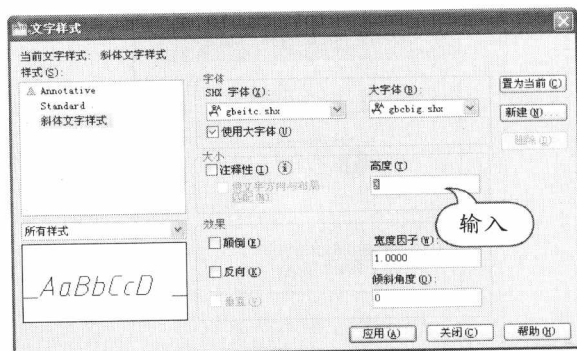

图 1-16 设置文字高度
STEP 05 设置文字高度。输入文字高度，如图 1-16 所示。